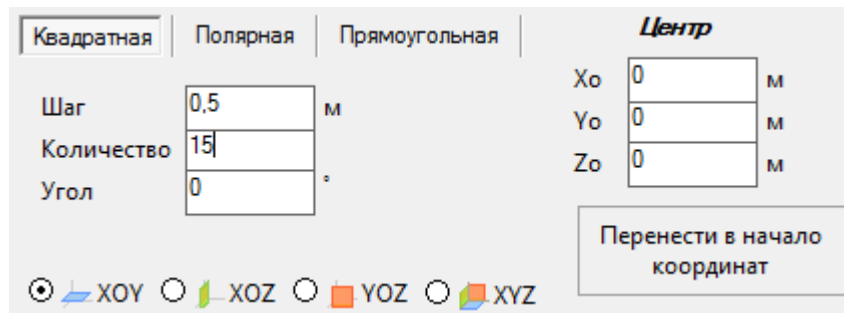

Рис. 3.11 Параметры «Сети построения»
- Вызовите параметры «**Сети построения**» (кнопка  в строке состояния), измените шаг сетки координат на **0.5 м**, количество – **15** (Рис. 3.11);